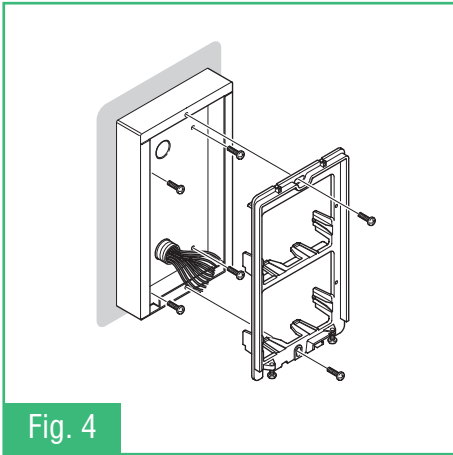

Fig. 4
- Fig. 4** Fissaggio del telaio su custodia da parete
- Fig. 4** Fixing the frame onto the surface-mounted housing
- Fig. 4** Bevestiging van het frame op de opbouw behuizing
- Fig. 4** Befestigung des Rahmens auf dem Wandkasten
- Fig. 4** Fijación de la estructura en la caja de pared